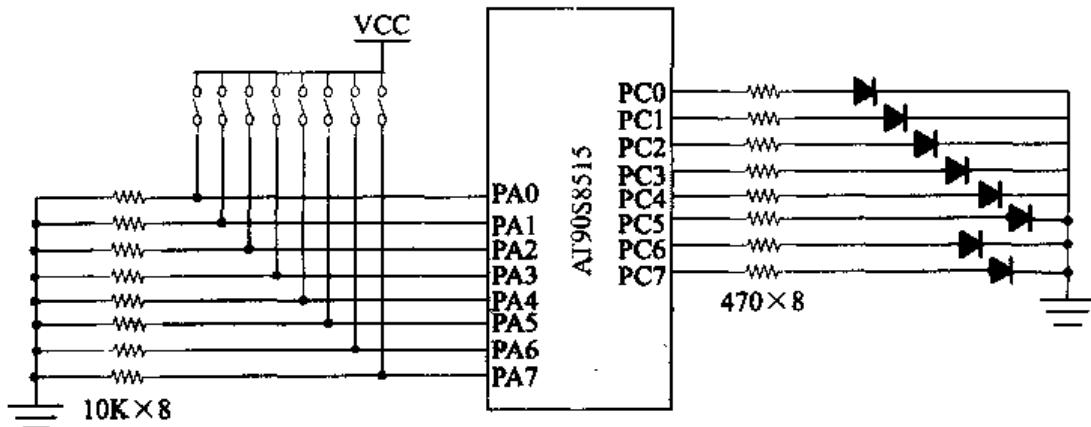

图 4.8 1×8 键盘和 LED 显示
下面以一个简单的 1×8 键盘和 LED 显示来说明如何访问 I/O 寄存器。在这个例子中使用 AT90S8515、4MHz 晶振、PORTA 口接 8 个按键、PORTC 口接 8 个 LED, 如图 4.8 所示, 这个例子很简单, 一个按键对应一个 LED, 按一个键, 对应的 LED 就会亮, 而且支持多键组合。
(1) 下面的程序仅仅演示 I/O 口简单的输入和输出功能。
(2) 在图 4.8 中并没有画出 AT90S8515 的电源及外接的晶振。
(3) 要注意 LED 的连接方式, 对于使用 CMOS 工艺的 51 系列的单片机, 如 ATMEL 的 89C51, 也不能按图 4.8 来接 LED, 因为 89C51 吸入的电流大, 输出的电流小, 不足以点亮 LED, 因此对于 51 系列单片机, 通常 LED 的接法相反。即使一些近几年推出 51 内核改进的 MCU, 有足够的吸入/输出电流, 还是不能按图 4.8 所示的方法连接 LED, 因为所
(4) 图 4.8 中，仅仅是为了说明 AVR 单片机芯片的特性(与 51 系列单片机端口的差异)，所以 LED 的阳极接 AVR 单片机的端口，在实际使用时，如果有大量的 LED 都这样接，AVR 单片机功耗增加且不稳定，因此通常应将 LED 的阴极接单片机的端口，即端口输出低电平，LED 点亮，端口输出高电平，LED 熄灭。